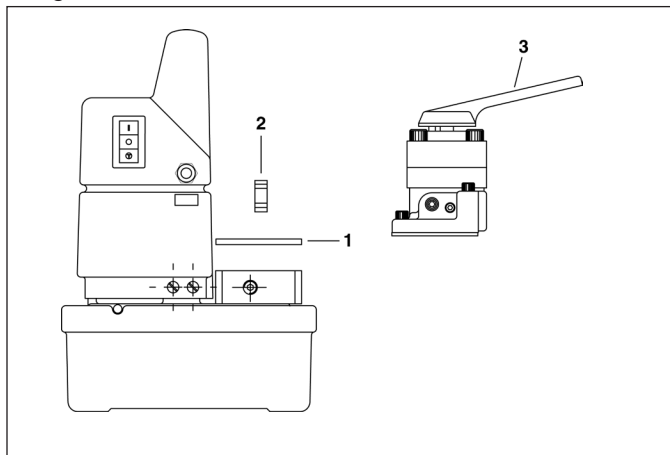

Figura 5
4.2 Sequenza de montaggio (Figura 5)